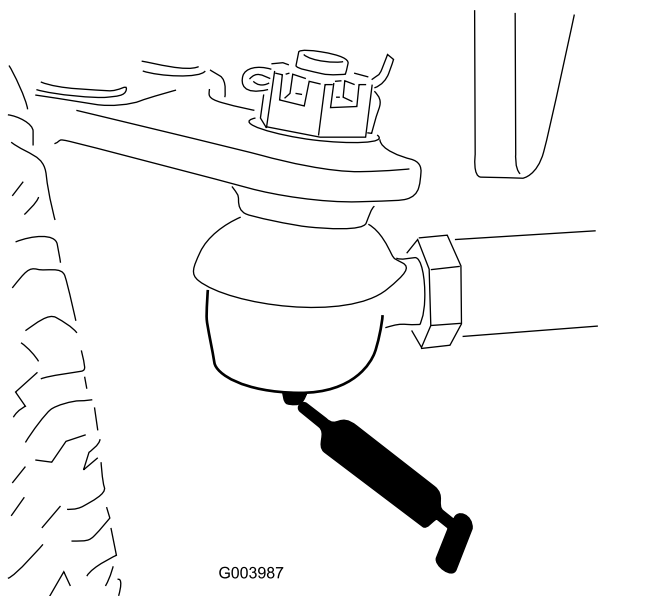

Figura 78
- Barra de ligação do eixo traseiro (2) (Figura 78)